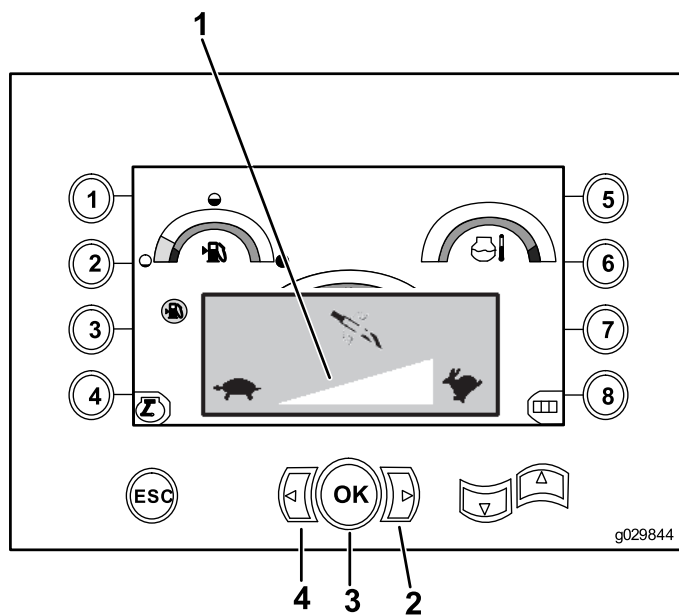

Рисунок 5
2. Чтобы уменьшить максимальную частоту вращения используйте кнопку «Стрелка влево», а чтобы увеличить — кнопку «Стрелка вправо» (Рисунок 5).
3. Отпустите кнопку ОК, чтобы установить частоту вращения бура (Рисунок 5).